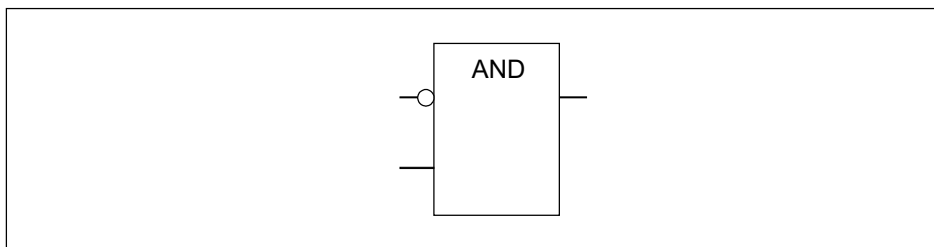

图 8-2 逻辑非条件的 FBD 图
- 在 FBD 中, 操作数或驱动输入的能量流状态的逻辑非条件用输入端的小圆圈表示。在图 8-2 中, Q0.0 等于 I0.0 的非和 I0.1 的“与”。
- 取非圆圈：在 FBD 中，操作数或驱动输入的能量流状态的逻辑非条件用输入端的小圆圈表示。在图 8-2 中，Q0.0 等于 I0.0 的非和 I0.1 的“与”。